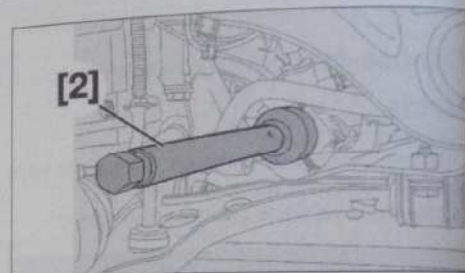

Fig. 14
- Déposer la biellette de direction, à l'aide de l'outil [2] (Fig. 14).